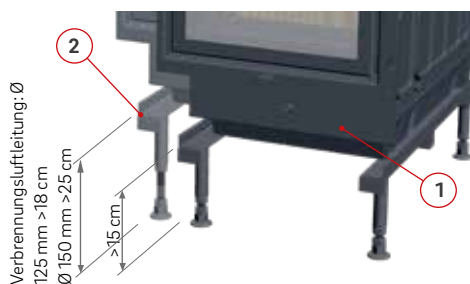

Abb. 10:
- Stellen Sie den Heizeinsatz auf ein stabiles Traglager aus Winkelstahl mit freier Bodenfläche. Stellen Sie diesen so auf, dass die Umluft ungehindert in die Heizkammer strömen kann (Universaltraglager für Heizeinsätze und Nachheizkästen sind als Schmid Zubehör lieferbar!). Der Abstand zwischen Heizeinsatzboden und dem Boden der Heizkammer muss bei den Heizeinsätzen Profi 7 und Profi 12 mindestens 15 cm betragen. Das Optimum zur Montage der Ø 125 mm Verbrennungsluftleitung beträgt 18–20 cm und bei der Ø 150 mm Verbrennungsluftleitung beträgt 25–28 cm (Abb. 10).